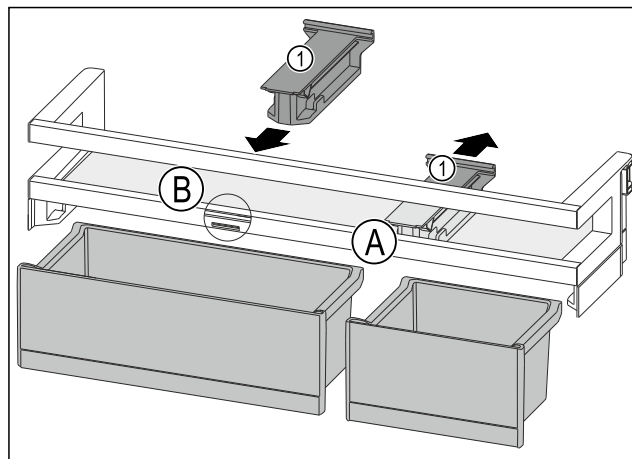

Fig. 189
- Retirer la pièce de retenue Fig. 189 (1) en position Fig. 189 (A) vers l'arrière.
- Mettre la pièce de retenue Fig. 189 (1) en position Fig. 189 (B).